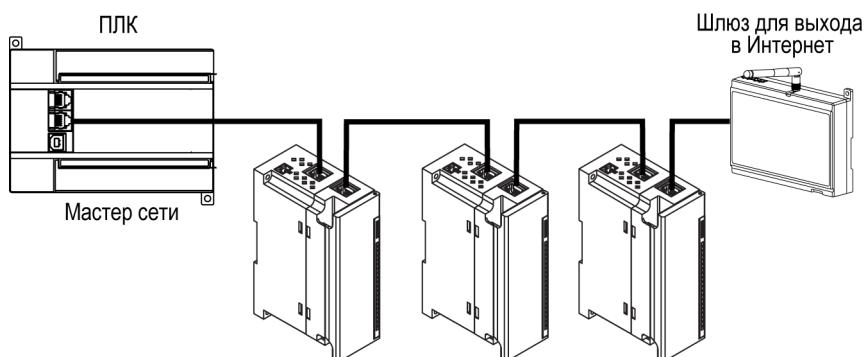

Рисунок 5.8 – Подключение по схеме «Цепочка»
- «Цепочка» /«Daisy-chain» (рисунок 5.8).